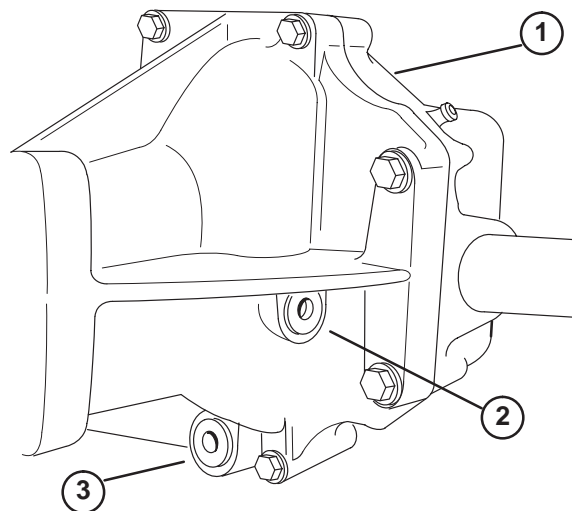

Figure 54
2. Retirez le bouchon de vidange (Fig. 54) sur le côté du réservoir et laissez s'écouler l'huile dans un bac de vidange.